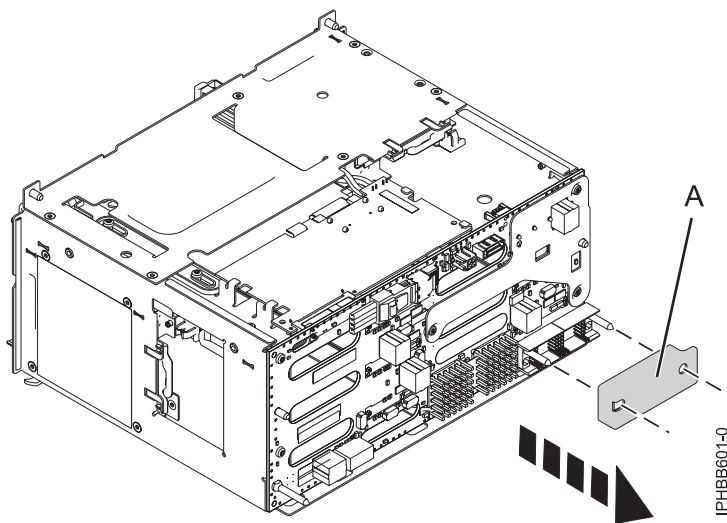

Abbildung 10. Schutzabdeckung von Anschlussstiften ausbauen
3. Überprüfen Sie, ob auf den unteren rechten Anschlussstiften eine Schutzabdeckung vorhanden ist. Ist eine Schutzabdeckung vorhanden, bauen Sie die Abdeckung (A) aus (siehe Abb. 10).